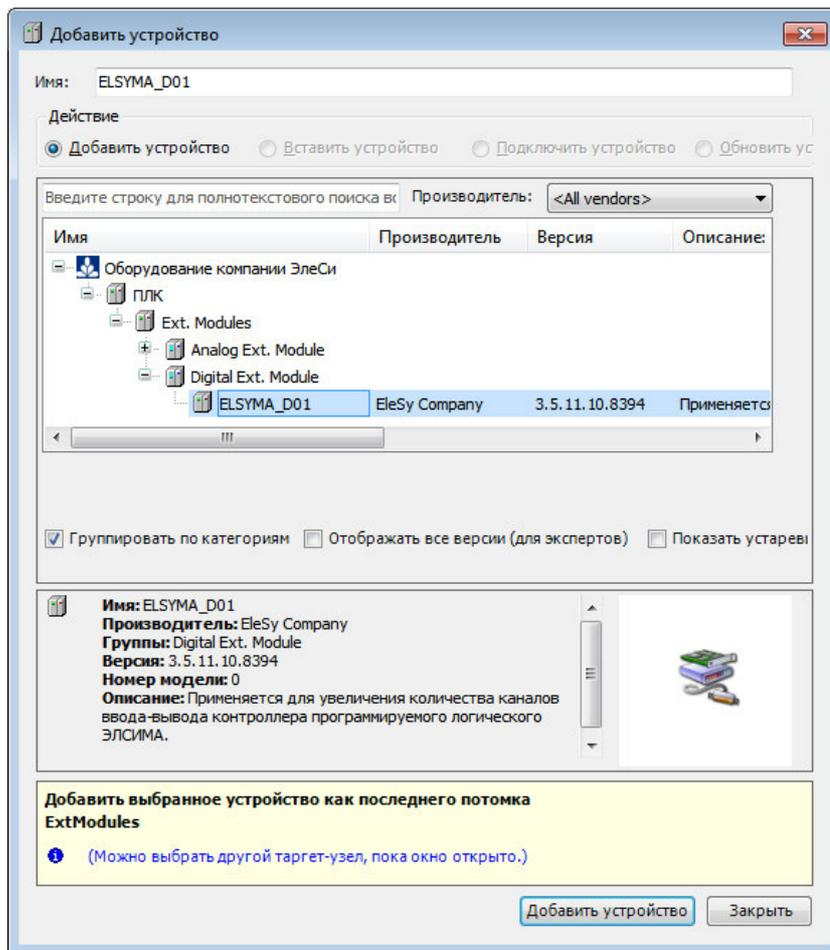

Рисунок 3.7 – Окно добавления устройств. Добавление цифрового модуля
4. Кликнуть правой кнопкой мыши по узлу *ExtModules* (находится в *ELSYMA\_M01*) и выбрать команду «Добавить устройство...» (рисунок 3.7). В поле **Производитель:** следует выбрать *EleSy Company*, выбрать устройство *ELSYMA\_D01* и нажать кнопку «Добавить устройство...».